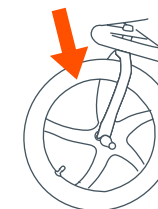

Fig. 21
- 21) • Soulevez la roue avant du sol et frappez brusquement sur le dessus du pneu (Fig. 21). La roue ne devrait pas être branlante ou se détacher.